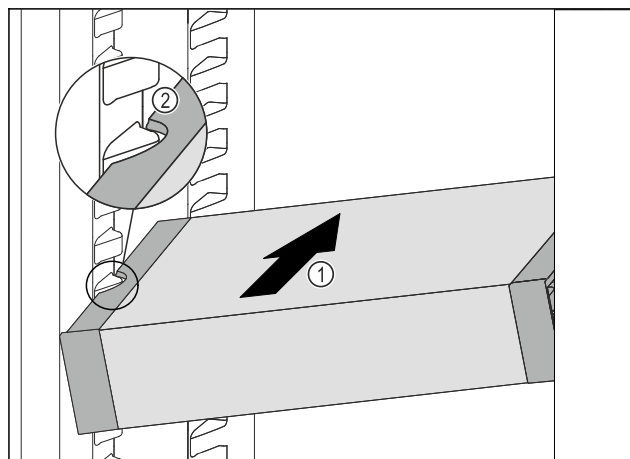

Fig. 132
- Insérer le VarioSafe en biais dans la partie réfrigérateur Fig. 132 (1) jusqu'à ce que les encoches latérales Fig. 132 (2) du VarioSafe se trouvent à la hauteur de la nervure du bac dans la partie réfrigérateur.